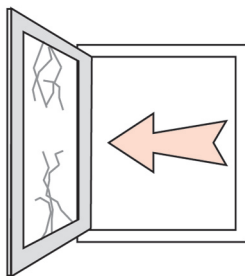

рис. 4
1.3.3. Не допускайте сильного нажима или соударения створки и откоса окна (рис. 4).